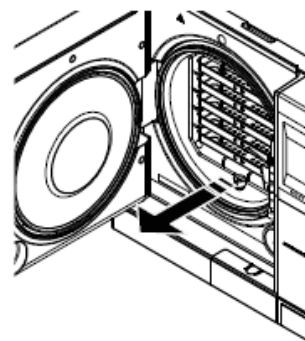

Abb. 9.2-2
Zum Befeuchten des Lappens ausschließlich destilliertes oder entmineralisiertes Wasser verwenden. Auf gleiche Art und Weise auch die Tablett-Träger und deren Halterung reinigen. Die Reinigung der Sterilisationskammer ist wichtig, um Ablagerungen zu entfernen, die den ordnungsgemäßen Betrieb des Geräts beeinträchtigen können. Zur Entnahme der Tablethalterungen wie folgt vorgehen: den Träger aus der Kammer nehmen (Abb. 9.2-2) und nach erfolgter Reinigung in umgekehrter Reihenfolge wieder einsetzen.
2. Den mitgelieferten Einstellhebel (Abb. 9.2.2-1) in den Schlitz einführen, der sich unter der Tür befindet (Abb. 9.2.2-2).
3. Kontrollieren, ob der Hebel den Stellzapfen angekuppelt hat. Hierzu schaut man durch den Schlitz des Hakens in der Türe. (Abb. 9.2.2-3).
4. Den Stellzapfen eine Viertelrunde entgegen dem Uhrzeigersinn drehen (zum Schließen). Dabei durch das Schaufenster kontrollieren (Abb. 9.2.2-4).